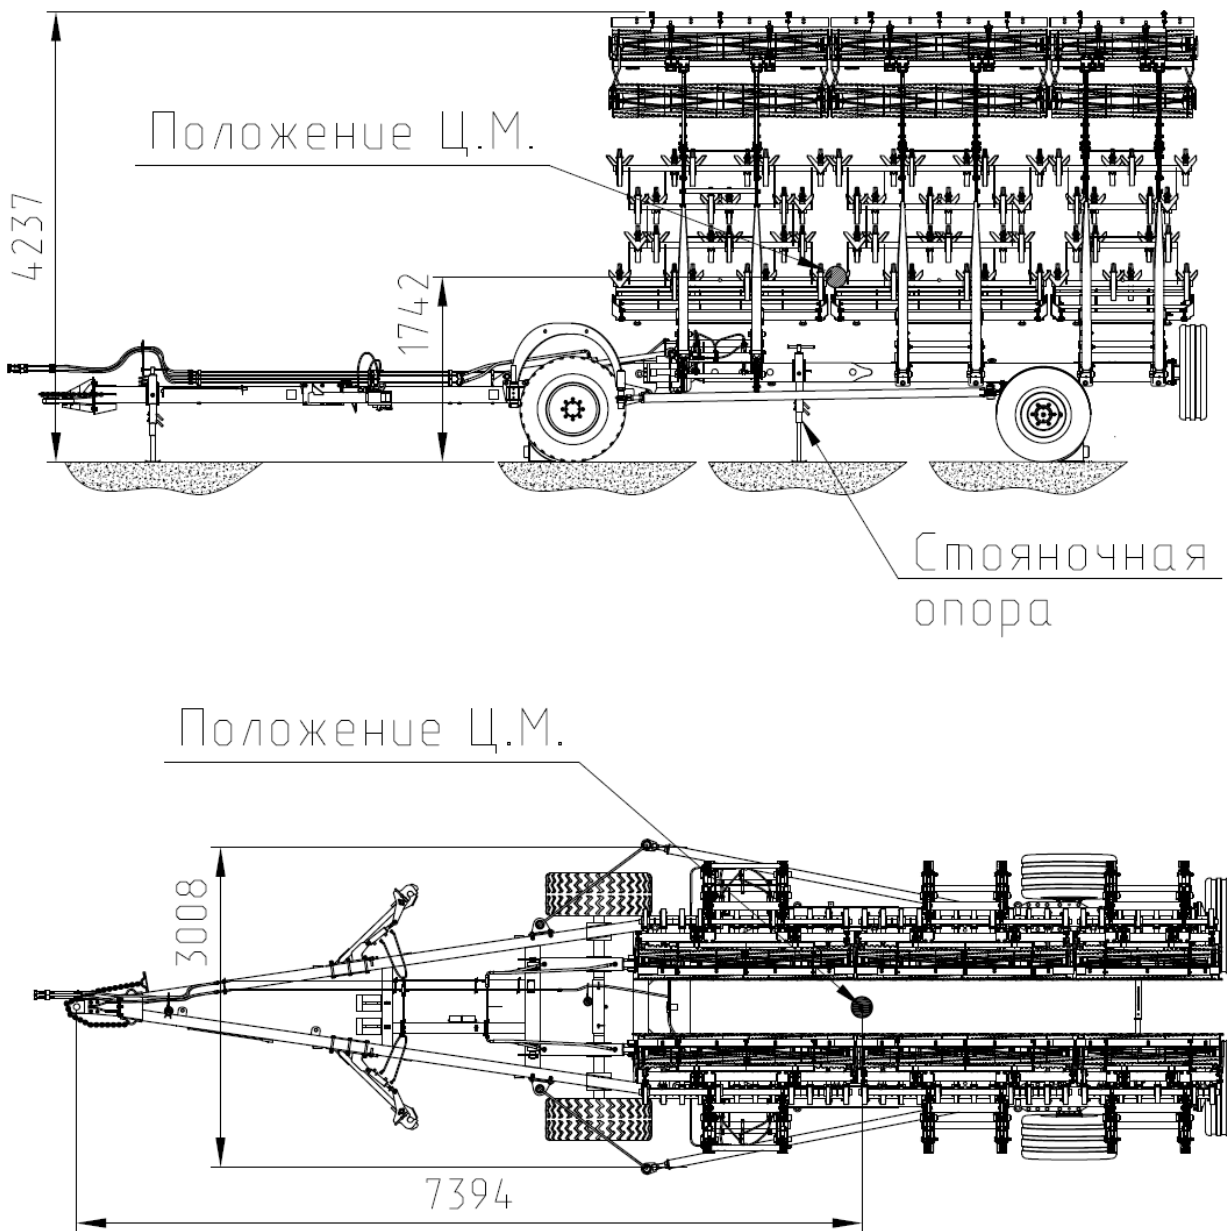

Рис.13 Расположение центра тяжести культиватора.
33. Расположение центра масс.	См. рис.13
- отсоединять культиватор в транспортном положении от трактора без установленной стояночной опоры (рис.13) на боковой балке;